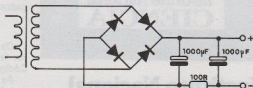

FIGURA 1
1. O leitor MURILO MENDES FONSECA de Taubaté — SP montou o intercomunicador da revista 143, mas usou uma fonte de alimentação cujo circuito é dado na figura 1. O leitor se queixa que, ao acionar a chave de câmbio, o aparelho demora um certo tempo para restabelecer-se. Como solucionar?